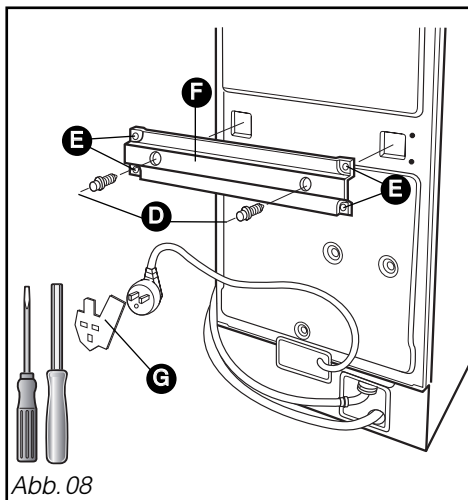

Abb. 08
- Die beiden Schrauben **D** und die vier Schrauben **E** mit einer 10er Rohrzanze oder einem flachen Schraubenzieher lösen (Abb. 08).